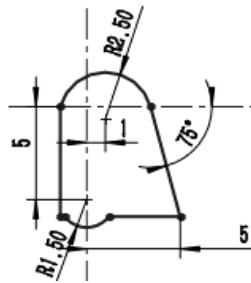

图 7.8 修改后的尺寸约束
Step 2 按照 Step1 中的操作方法，依次修改其他尺寸约束，修改完成后如图 7.8 所示。